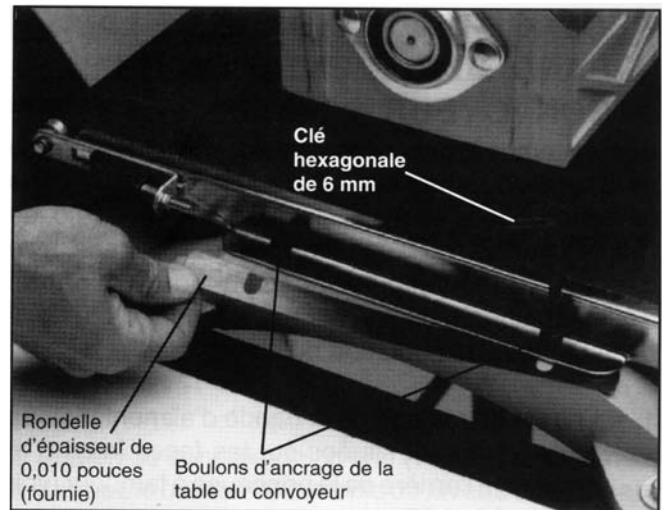

Figure 12
1. Desserrer les 2 boulons externes d'ancrage de la table du convoyeur, comme indiqué sur la figure 12.
4. A l'aide de la clé à vis 6mm fournie avec la machine, retirez les deux boulons du boîtier de la table du convoyeur situés sur la face externe ouverte de la ponceuse à tambour (voir figure 12 dans la section *Centrage du tambour*).